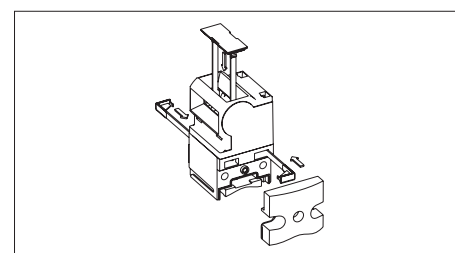

Bild 2: Einsetzen der Sicherungskeile und der Schlitzabdeckung
3. Zum Verdrehschutz beiliegende Sicherungskeile einsetzen (Bild 2). Ein weiteres Umstellen der Betätigungsrichtung ist dann nicht mehr möglich.